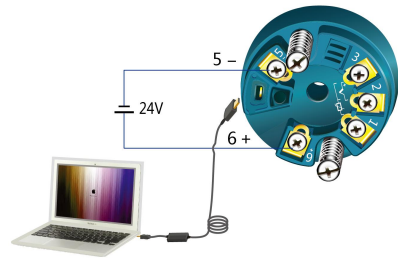

图 3 通过 USB 接口与 PC 的连接示意图
- 可以使用 CR2205 适配电缆通过 MT182 的 USB 接口连接到计算机，见图 3。无需接入输入信号，在通电状态下(端子 6 和 5 接入 24VDC 电源)。通过计算机工具软件对 MT182 的输入信号类型、量程范围、零点、满度等项参数进行设置。